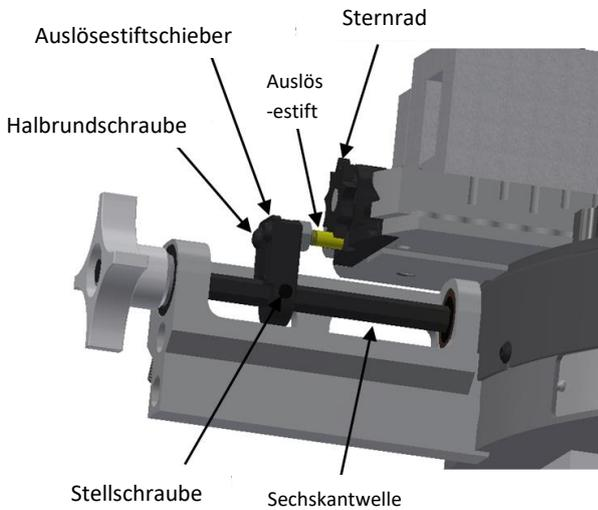

Abbildung 6
1. Den Sicherungsstift entfernen und das Zahnrad drehen, bis das Sternrad auf dem Schieber über der Auslösebaugruppe ist (siehe Abb. 6).